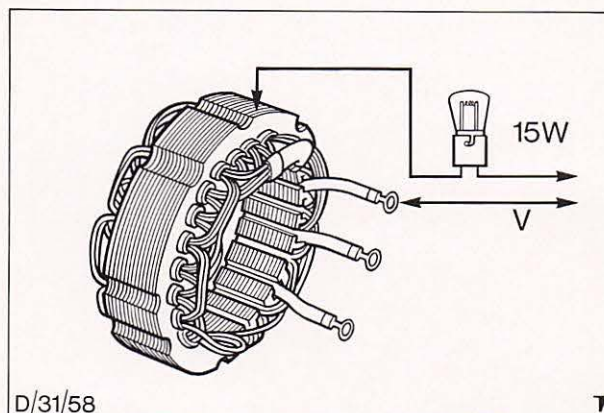

Abb. 82 Isolation der Ständerwicklung prüfen
- b) Isolation der Ständerwicklung prüfen. Abb. 82.